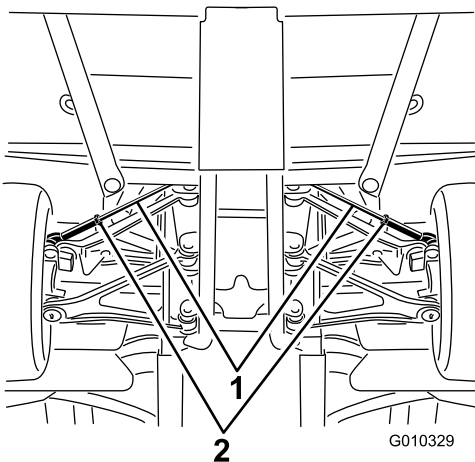

Figura 56
A. Afloje la contratuerca del centro del tirante (Figura 56).